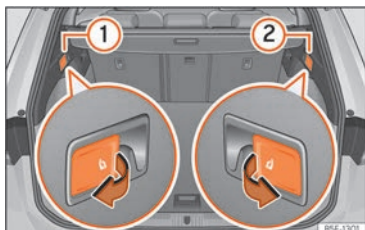

Fig. 122 En el maletero: palancas para desbloqueo del respaldo trasero.
- Tire de la palanca de desbloqueo a distancia de la parte izquierda »» fig. 122 ① o derecha ② del respaldo en el sentido de la flecha. La parte desbloqueada del respaldo trasero se abate automáticamente hacia delante.